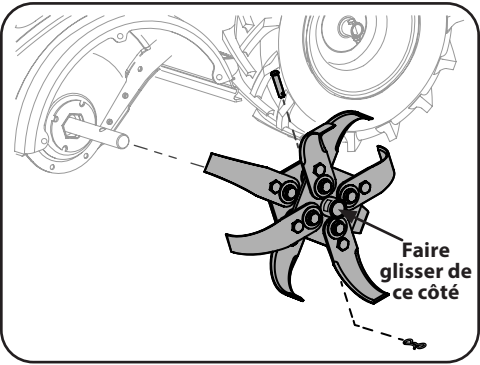

Figure 4-7
- 1. Enlevez la goupille fendue de l'axe de chape avant de retirer l'axe de chape de l'arbre d'entraînement de la transmission. Puis, retirez les dents de l'arbre. Voir Figure 4-7.